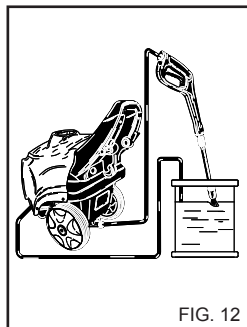

FIG. 12
**OPERAZIONI PER L'USO DI ANTIGELO (fig. 12)**